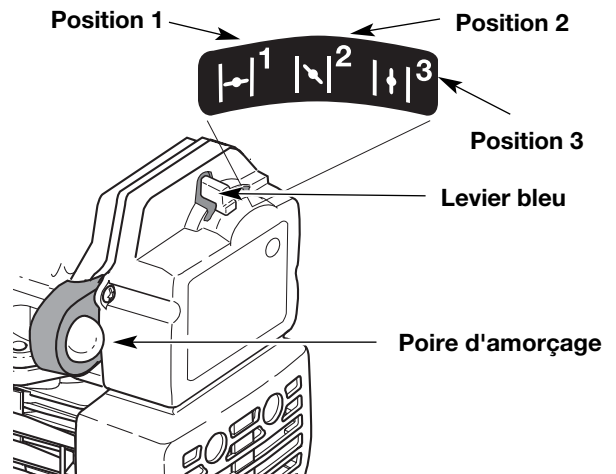

Fig. 7
3. Mettez le levier bleu en **position 1** (Fig. 7).
4. Pressez et relâchez la poire d'amorçage à 10 reprises, lentement. Une certaine quantité de **carburant devrait être visible dans la poire d'amorçage** et les conduites de carburant (Fig. 7). Si vous n'apercevez pas de carburant dans la poire, pressez et relâchez la poire autant de fois que nécessaire jusqu'à ce que vous aperceviez du carburant dans cette dernière.
10. Une fois que le moteur est chauffé, placez le levier bleu d'étranglement en **position 3** (Fig. 7). Mettez la manette des gaz en position de ralenti et commencez le travail.
**SI...** Le moteur hésite, remettez le levier en position 2 (Fig. 7) et continuez à le chauffer.